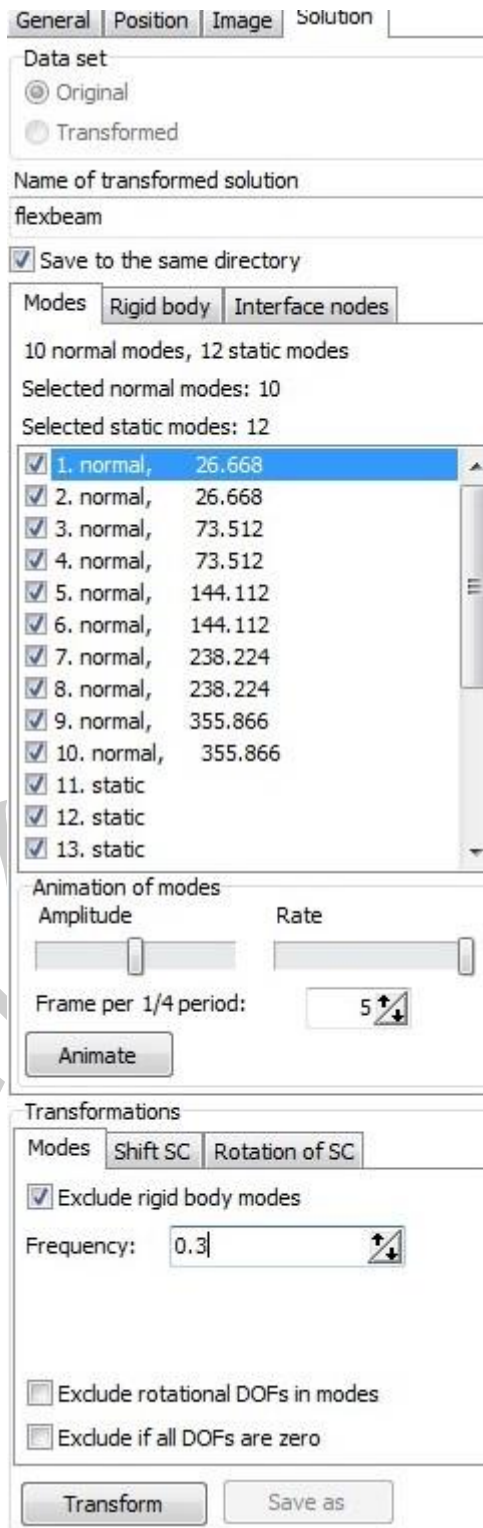

图 1.8
8. 勾选 **Save to the same directory**, 勾选 **Transformations | Exclude rigid body modes**, 设置 **Frequency** 为 **0.3** (Hz), 如图 1.8 所示。